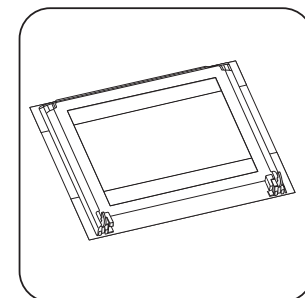

Figure 33 : Placez la porte sur une surface douce
4. Mettez la porte sur un tissu doux sur une surface stable (Figure 33).